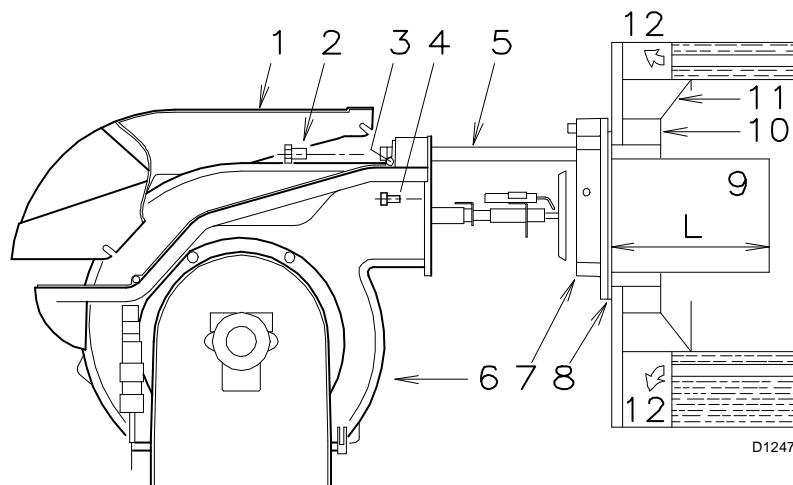

Fig. 7
Para as caldeiras com a frente refrigerada por água, não é necessário o revestimento refratário 10)-11) (Fig. 7), excepto se o fabricante da caldeira assim o indicar.
Fixar a flange 7) (Fig. 7) à placa da caldeira, intercalando a junta 8) (Fig. 7) fornecida. Usar os 4 parafusos fornecidos, depois de haver protegido a rosca com um produto antibloqueio.
- Abrir o queimador sobre as guias como se indica (Fig. 7 Pág. 10).